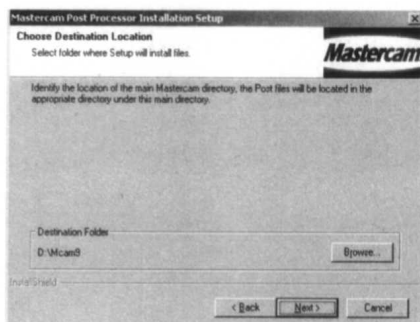

图 1-20
(12) 显示 Choose Destination Location (选择目标位置),单击右下角的 Browse (浏览),选择安装在 D 盘中,显示安装目录 D:\Mcam 9,如图 1-20 所示,单击“Next”(下一步)按钮。